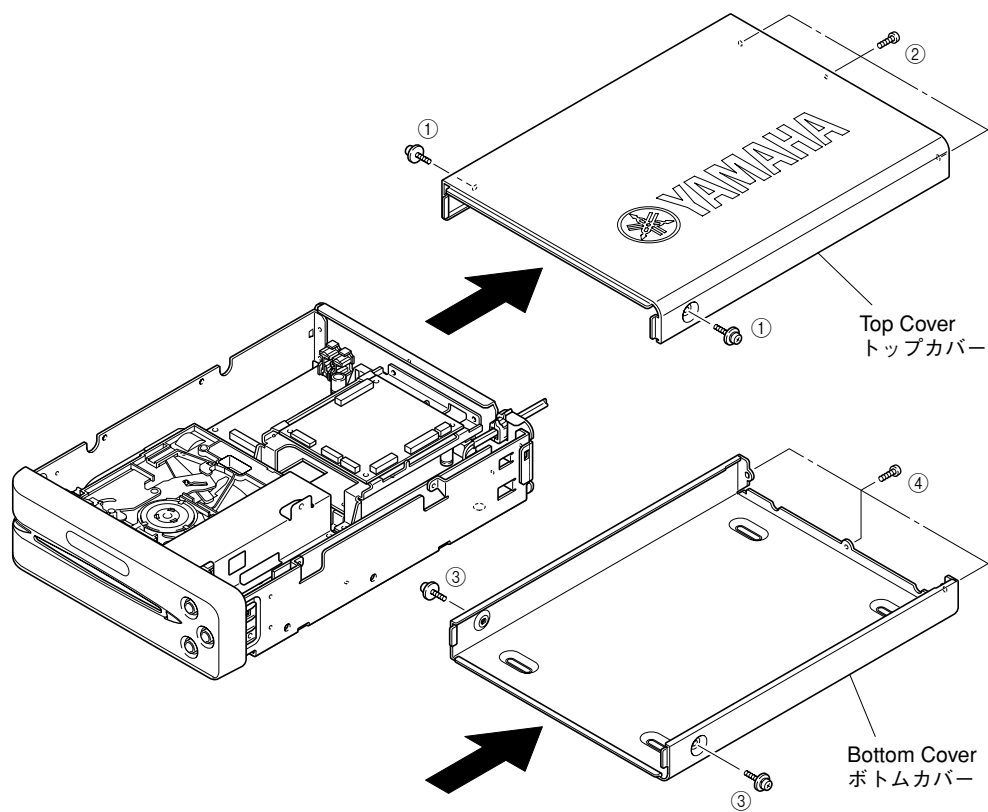

Fig. 1
- a. Remove 2 screws (①), 3 screws (②). (Fig. 1)
- a. ①のネジ2本、②のネジ3本を外します。(Fig. 1)
- a. Remove 2 screws (③), 3 screws (④). (Fig. 1)
- a. ③のネジ2本、④のネジ3本を外します。(Fig. 1)